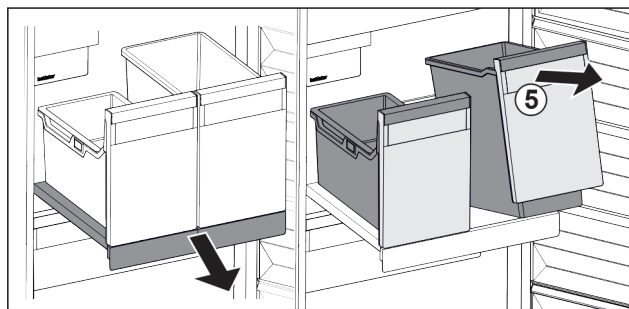

Fig. 41
- Nosta säiliötä Fig. 41 (5) edestä.